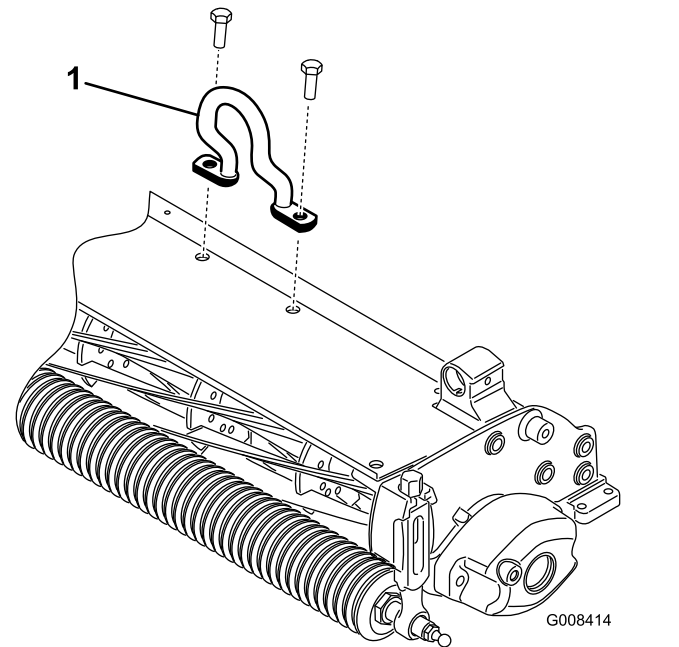

Figura 6
- Montate il tirante sfalsato (Figura 6) sulla parte superiore del dispositivo anti-feltro con 2 viti a testa cilindrica.